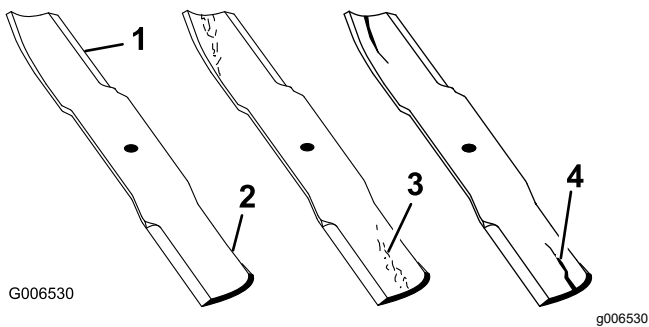

Bild 59
- Untersuchen Sie die Schnittkanten (Bild 59).
- Wenn Sie Risse, Verschleiß oder Rillenbildung in diesem Bereich feststellen, sollten Sie sofort ein neues Schnittmesser einbauen (Bild 59).